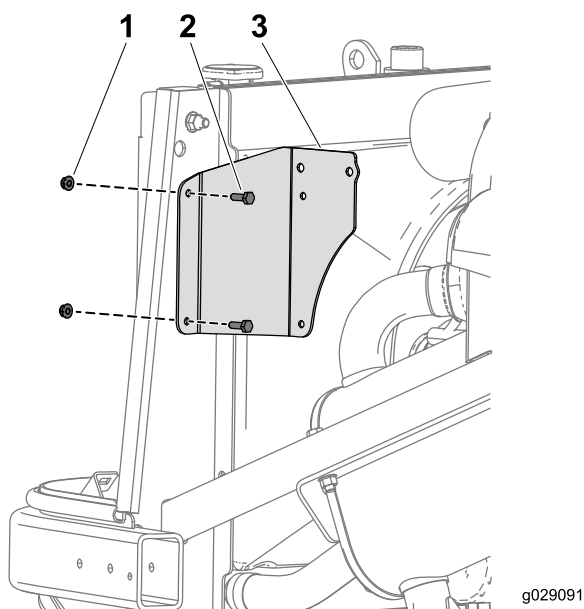

Рисунок 14
1. Установите кронштейн при помощи двух болтов (1/4 x 1/2 дюйма) и гаек, ранее снятых с кронштейна расширительного бачка радиатора (Рисунок 14).